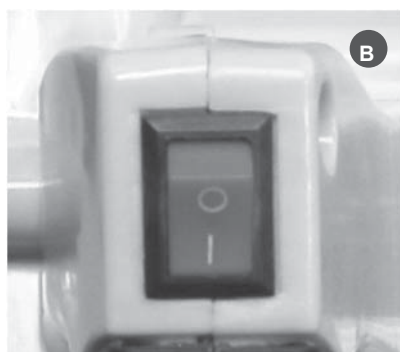

Рис.4
2. Закройте воздушную заслонку. Для этого рычаг заслонки переведите в верхнее положение (Рис.4А).
3. Выключатель установите в положение «I» (рис.4В).
4. Нажмите на праймер подкачки топлива на карбюраторе несколько раз, до заполнения его топливом (Рис.4В).